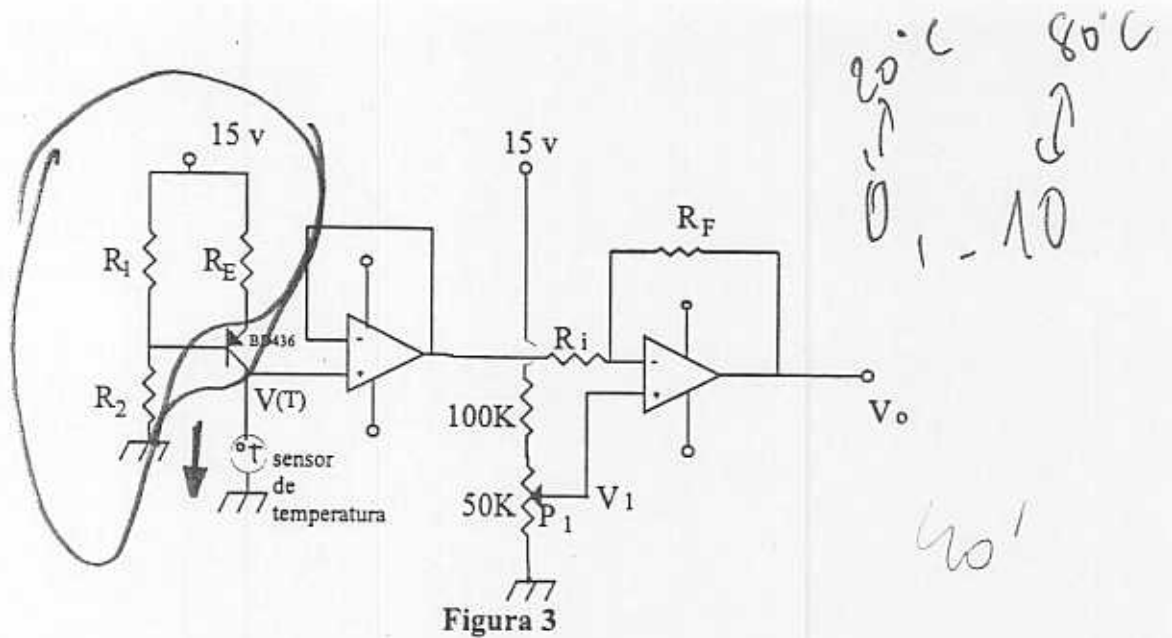

Figura 3
3. Se desea medir la temperatura dentro de una cubeta en un rango de 20 a  $80^\circ\text{C}$ , de forma que la tensión de salida varíe de 0 a -10v. Para ello se propone el circuito de la Figura 3.